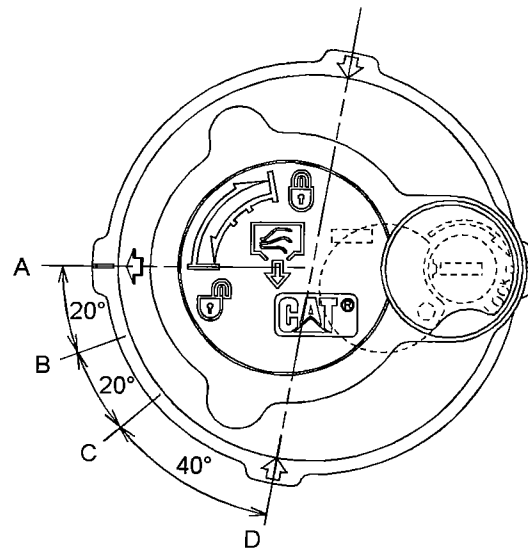

Ilustración 443
1. Suelte la presión que puede haber en el circuito hidráulico de retorno con el siguiente procedimiento. Consulte la Ilustración 443 para ver las posiciones de la tapa del tubo de llenado.
- a. Gire la tapa del tubo de llenado hacia la izquierda, sin aplicar fuerza hacia abajo, y mueva la flecha de la posición (A) a la posición (B).
- b. Suelte la presión durante un mínimo de 45 segundos moviendo la flecha de la posición (B) a la posición (C).
- c. Empuje el centro de la tapa del tubo de llenado hacia abajo. Sin inclinar la tapa del tubo de llenado, mueva la flecha de la posición (C) a la posición (D).
- e. Apriete la tapa del tubo de llenado del tanque hidráulico hasta la posición (A).